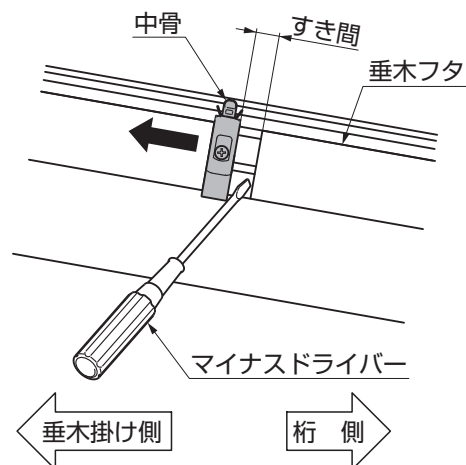
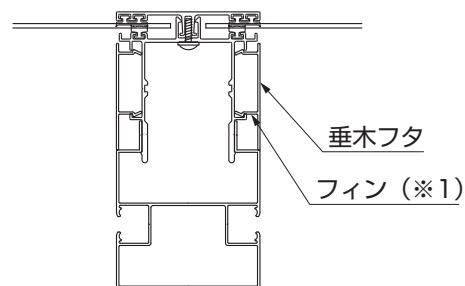
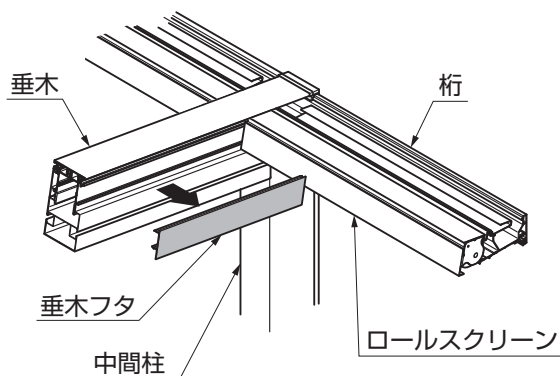

図1-2 A部詳細図
図1-3
図1-4
- ②中骨と垂木フタの間にできるすき間に、マイナスドライバー等を差込み、垂木フタを取外してください。(図1-2、図1-3、図1-4参照)
- 垂木フタは、差込んだマイナスドライバー等で、下側のフィン(*1)を押上げると容易に取外せます。(図1-3参照)